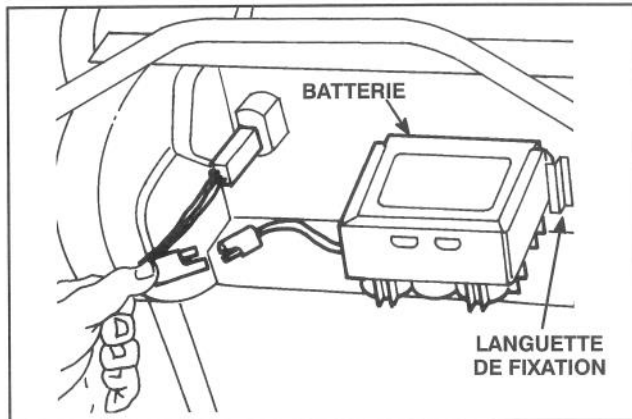

Figure 29
1. Arrêtez le moteur et débranchez le harnais de câble de la borne de la batterie (Fig. 29).